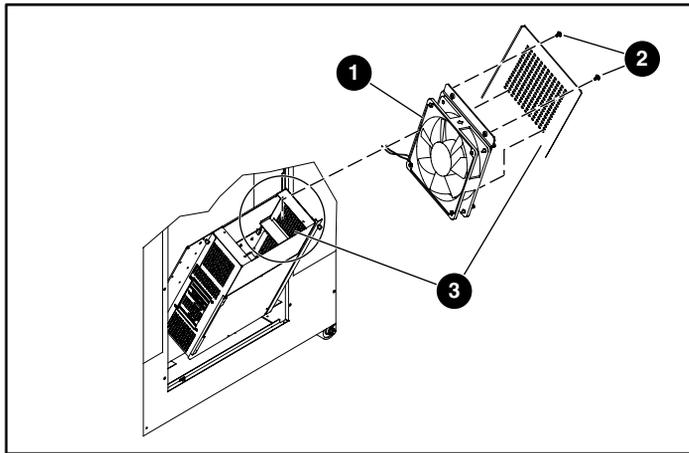

Figura 4: Montaje del módulo de ventilación
2. Mueva el cable del ventilador como se muestra en la Figura 4.
3. Monte el módulo de ventilación en el lado superior derecho del cuadro eléctrico y sujételo con dos tornillos (consulte la Figura 4).